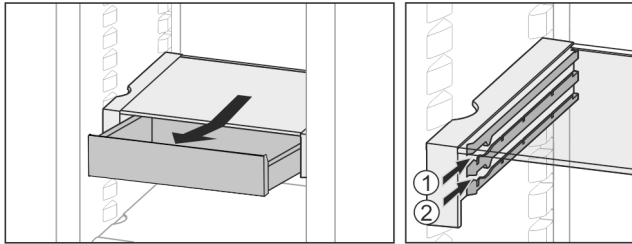

Fig. 34
- ▶ L'insérer à n'importe quelle hauteur Fig. 34 (1) ou Fig. 34 (2).